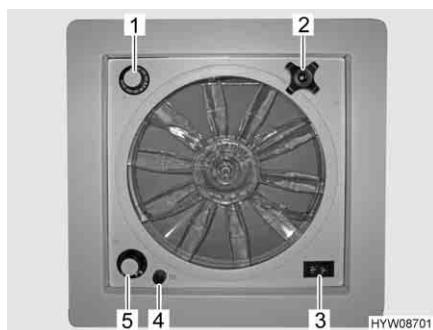

Fig. 35 Oblò con ventilatore
- Un fusibile da 4 A (Fig. 35,4) protegge da sovraccarico il motore del ventilatore. Se si verifica un sovraccarico: Individuare per prima cosa la causa (ad es. il ventilatore è sporco), poi sostituire il fusibile.
*Apertura oblò:* ■ Ruotare la maniglia girevole (Fig. 35,2), finché non si raggiunge l'angolo di apertura desiderato.
*Aerazione/sfiato:* ■ Portare l'interruttore a levetta (Fig. 35,3) su "Aerazione" (flusso d'aria dall'esterno verso l'interno) o "Sfiato" (flusso d'aria dall'interno verso l'esterno).
*Spegnimento del ventilatore:* ■ Portare l'interruttore a levetta (Fig. 35,3) sulla posizione centrale.
*Impostazione della velocità del ventilatore:* ■ Posizionare l'interruttore girevole (Fig. 35,5) sul grado desiderato:
*Impostazione della temperatura:* ■ Ruotare il termostato (Fig. 35,1) fino alla battuta in direzione "blu".